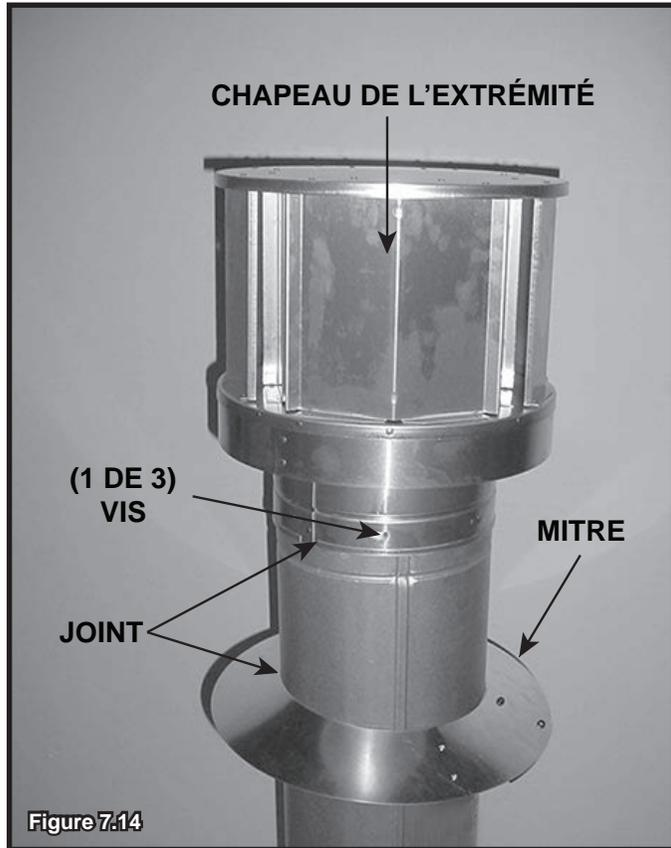

Figure 7.13 Insérer le boulon dans les supports
- Glissez la mitre assemblée sur la section de conduit jusqu'à ce qu'elle repose sur le solin du toit. Voir la figure 7.13.